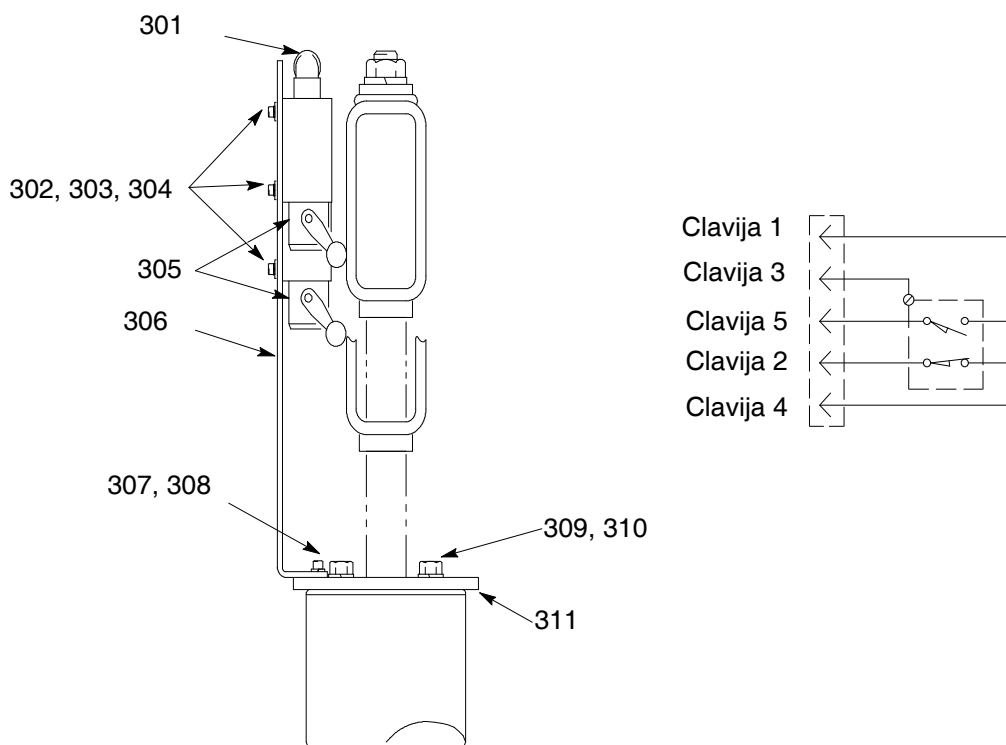

Fig. 23
## Sustitución de los rascadores (Fig. 23)
2. Para reemplazar los rascadores desgastados o dañados (412), suba el plato seguidor sacándolo del tambor. Retire el tambor de la base. Limpie el fluido del plato seguidor. Consulte la sección **Cambio de tambores vacíos**, en la página 35.
3. Separe la junta del rascador (A) y doble hacia atrás la correa (413a) que cubre el tornillo de fijación de la abrazadera (413a). Vea el Detalle A de la Fig. 23. Afloje el tornillo de fijación, tire del extremo de la correa a través de la abrazadera (413b) y saque el rascador.
4. Deslice la correa (413a) a través del nuevo rascador (412). Deslice la abrazadera (413b) sobre la nueva correa y doble esta última hacia atrás, aproximadamente 3 in (76 mm). Introduzca por segunda vez la correa a través de la abrazadera. Vea el Detalle B de la Fig. 23.
5. Instale los rascadores en el plato seguidor. Coloque los rascadores de forma que sus juntas (A) queden separadas 180°.
**NOTA:** Para apretar la correa necesitará la herramienta de unión especial (C) que se muestra en el Detalle C de la Fig. 23. N.º de pieza para pedido 168092 para herramienta de unión.
6. Agarre la correa (413a) con la herramienta (C) tal como se indica. Con el pulgar en la palanca de sujeción (E), gire la manivela de la herramienta (F) en sentido horario para tensar.
**NOTA:** Tenga cuidado de no tirar de la manivela de corte (D) hasta que esté listo para cortar la correa en el paso 8.
8. Apriete los tornillos de fijación (B) con una llave (G). Tire de la manivela de corte (D) para cortar. Retire la herramienta (C). Doble la correa hacia atrás, sobre la abrazadera (413b).
9. Golpee alrededor de todo el rascador con una maza de plástico hasta que las juntas (A) lleguen al fondo y estén apretadas unas contra las otras.